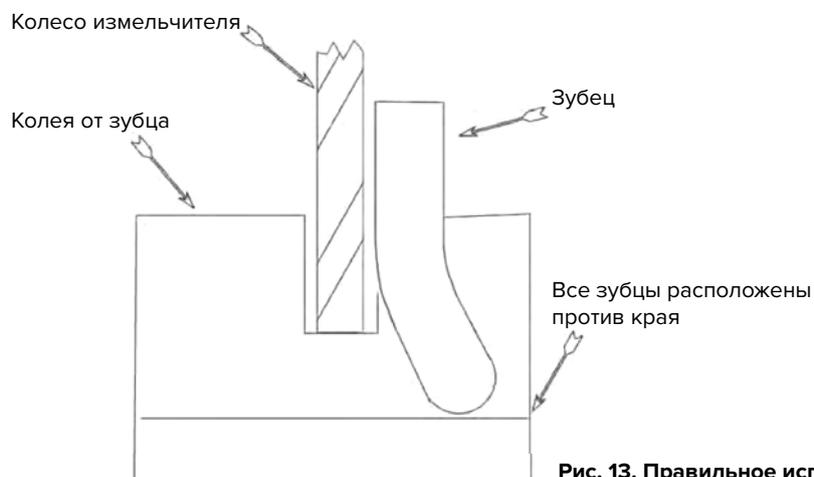

Рис. 13. Правильное использование и расположение зубцов
- VI. Соберите режущий диск. Используйте инструмент для зубьев и расположите их так, чтобы они соответствовали рисунку (см. рис. 13 и 14). Убедитесь, что все режущие кромки зубьев находятся на одном и том же расстоянии.